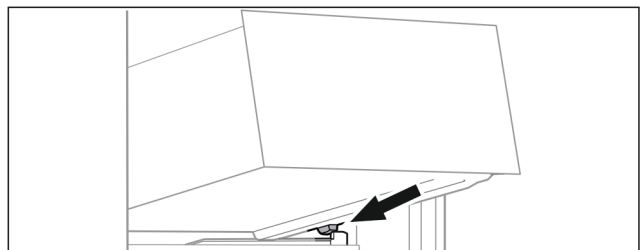

Fig. 34
- ▶ Lade schuin achter de stoppers op containerrib plaatsen. (zie Fig. 34)